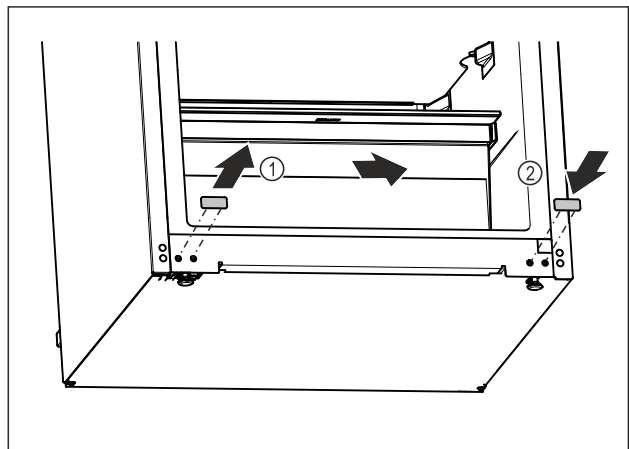

Fig. 12
- ▶ Trekk ut dekselpluggene. Fig. 12 (1)
- ▶ Sett inn dekselpluggen på motsatt side. Fig. 12 (2)